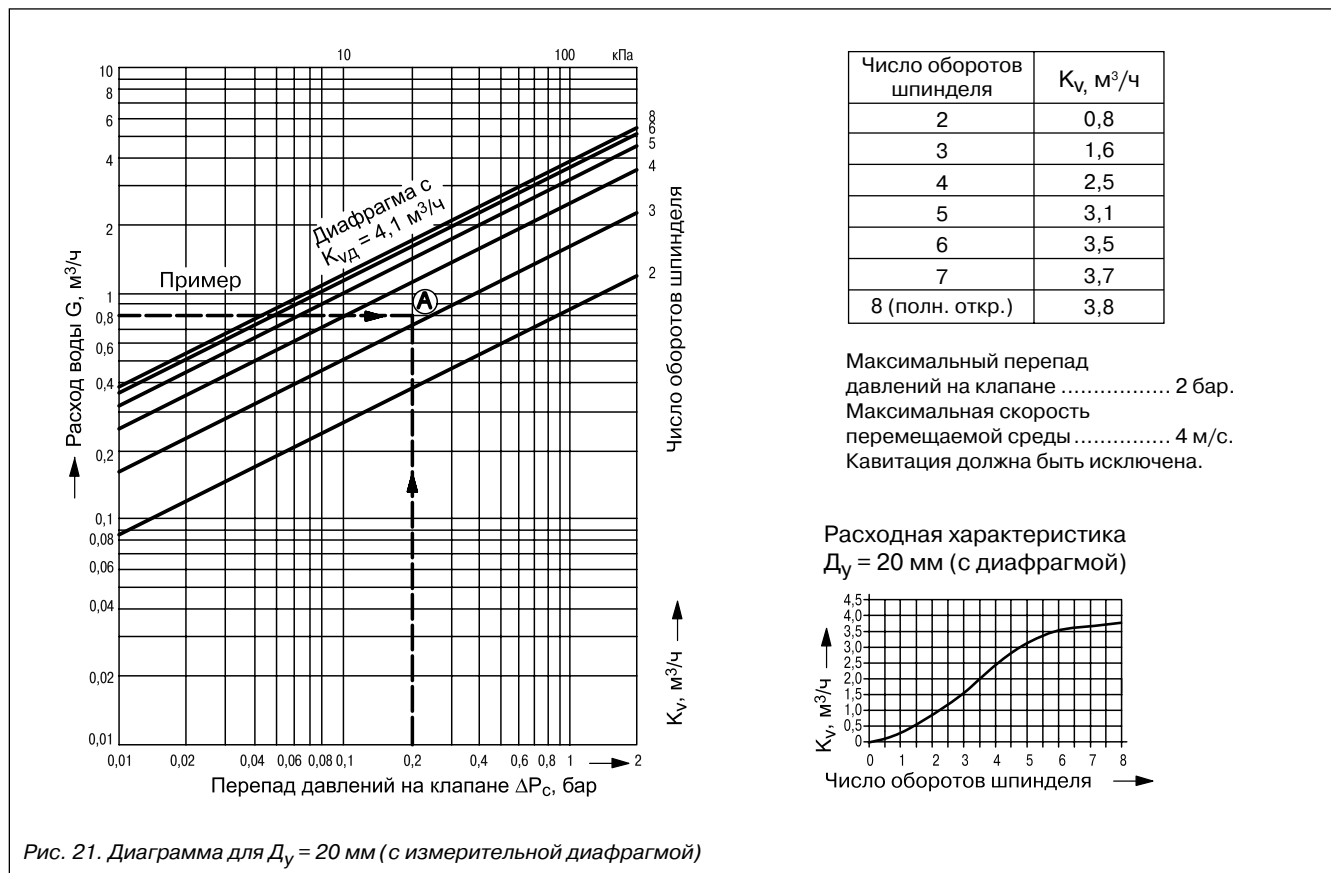

Рис. 21. Диаграмма для $D_g = 20$ мм (с измерительной диафрагмой)
2. По диаграмме (рис. 21) выбирается клапан $D_y = 20 \text{ мм}$, у которого настройка при расходе $G = 0,8 \text{ м}^3/\text{ч}$ равна 3,2.